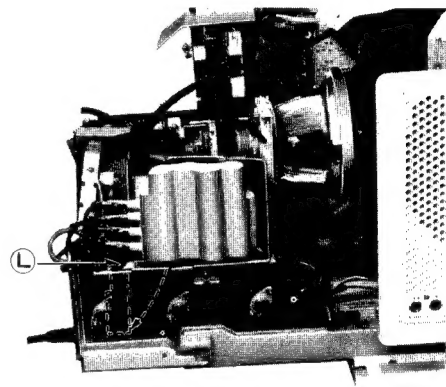

Fig. 15 Abb. 15
3. Loosen 1 screw (L) and turn the bracket as in fig. 15.
3. Schraube "L" lösen und Halterung wie in Abb. 15 drehen.